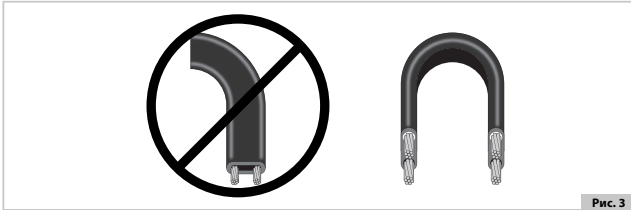

Рис. 3
4.1.3. Кабель нагревательный должен изгибаться исключительно перпендикулярно плоскости его жил (см. рис. 3).